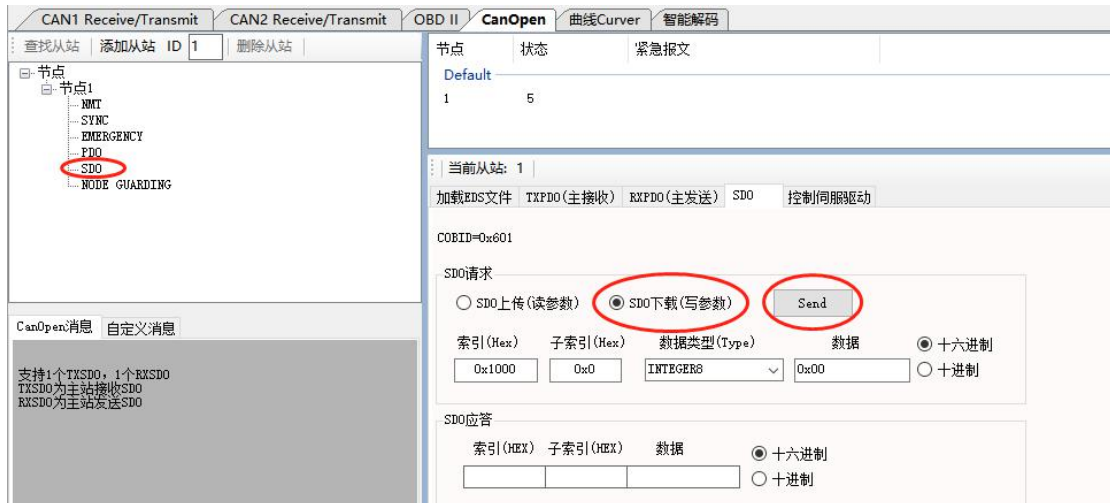

图 5.7 SDO 命令发送界面 A
将默认的触发模式切换为循环模式的具体修改步骤如下：①若 GSCAN-4055 不处于预操作状态，将 GSCAN-4055 重新上电，进入 ECANTools 软件的 CANOpen 插件，点击 NMT，选择 Enter Pre-operational State，之后点击 NMT 按钮，使设备进入预操作状态，②在 CANOpen 界面中，点击左侧的“SDO”，③点击“SDO 下载（写参数）”，④在索引、子索引等位置依次输入 0x1800、0x02、Unsigned8、0xFE、十六进制，如图 5.7 所示，之后点击 Send 按钮。若下方 SDO 应答区收到如图 5.7 的数据则说明通信正常。